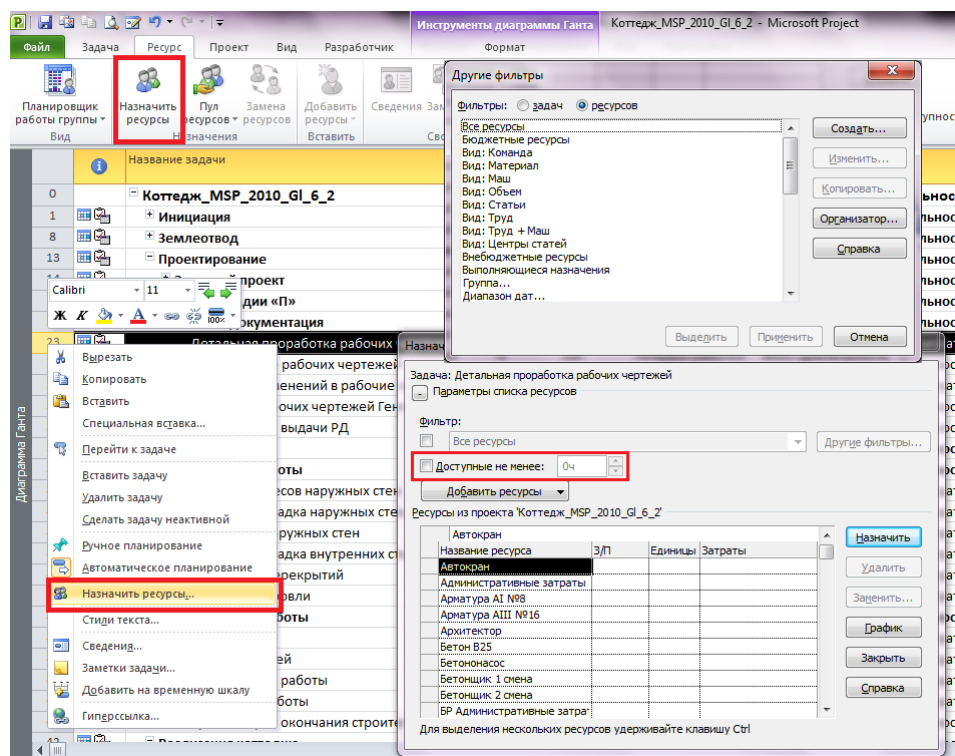

Рисунок 8.5 Окно «Назначение ресурсов»
1. В представлениях диаграмм Ганта, использовании задач, ресурсов, сетевой диаграммы нужно на закладке «Ресурс» нажать кнопку «Назначить ресурс» и в области «Ресурсы из проекта ...» выделить необходимые ресурсы или ресурс и нажать кнопку «Назначить». Если необходимо, в колонке «Единицы» нужно указать требуемое количество ресурсов для исполнения работы. В случае, если список ресурсов очень большой или необходимо выбрать (отфильтровать по фильтру или группе) определенные ресурсы, можно воспользоваться фильтром в «Параметрах списка ресурсов» окна «Назначение ресурсов», Рисунок 8.5.
Если вам нужно заменить назначенный ресурс на другой, в окне «Назначение ресурсов», Рисунок 8.5, нажмите на кнопке «Заменить» и в окне «Замена ресурсов» выберете нужный ресурс.